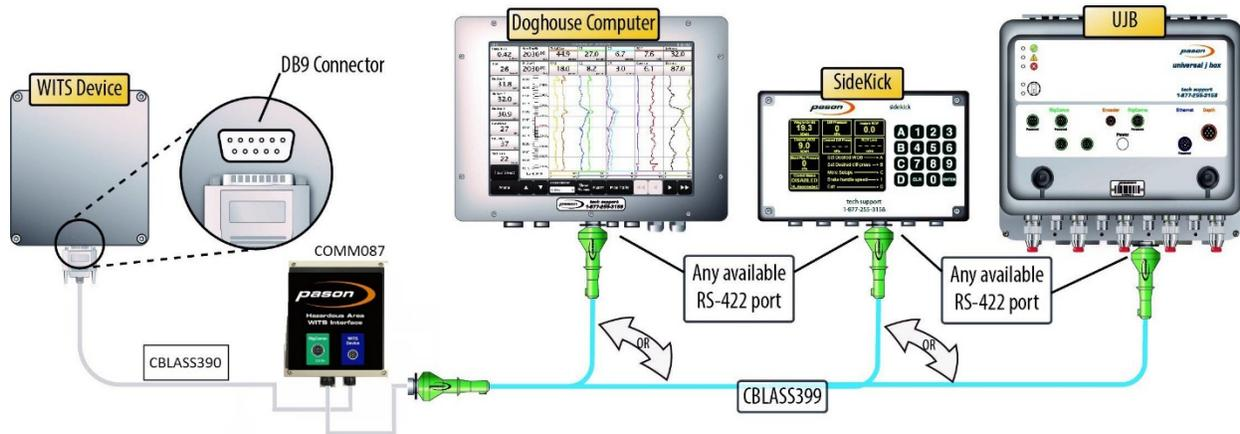

Figura 6: Conexión de un dispositivo WITS a la DHC, el SideKick o la UJB
| Figura 6: Conexión de un dispositivo WITS a la DHC, el SideKick o la UJB | 13 |
3. Conecte un cable RigComm RS-422 al puerto RigCOMM en COMM087. Conecte la otra terminación a cualquier puerto RS-422 disponible en la DHC, el SideKick o la UJB, tal como se muestra en la Figura 6. Si se conecta al SideKick, utilice el cable adaptador de alimentación Rignet de 1 pies (CBLASS862) para crear el puerto de alimentación.